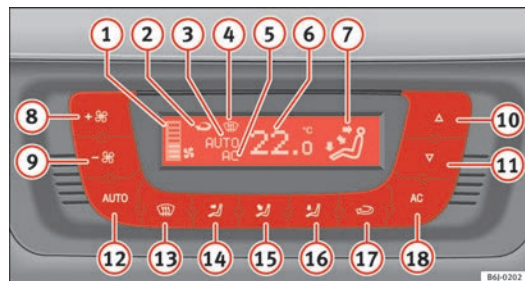

Fig. 93 Mandos del Climatronic en el tablero de instrumentos
- Pulse las teclas 10 y 11 ⇒ fig. 93 para ajustar la temperatura.
- ① Indicador del nivel del ventilador.
- ② Indicador de la función de recirculación de aire
- ③ Indicador AUTO (Funcionamiento automático)
- ④ Indicador de desempañado
- Pulse la tecla **AUTO**. Se visualiza la indicación ⇒ **página 136, fig. 93 7**.
- Pulse las teclas **10** y **11** ⇒ **página 136, fig. 93** para ajustar la temperatura deseada en el habitáculo. Se recomienda ajustar una temperatura de 22°C (72°F).
- Pulse una de las teclas $\Rightarrow$ página 136, fig. 93  a  o presione el regulador del ventilador  y . Se apaga la indicación .
El ventilador puede ajustarse por medio de las teclas  y  $\Rightarrow$ página 136, fig. 93. Si el ventilador está apagado (en la pantalla no se indica ningún nivel ) y sigue presionando la tecla , se apaga el Climatronic. En tal caso aparecerá **OFF** en la pantalla.
- Pulse la tecla  para conectar o desconectar la recirculación de aire. Está conectada si aparece el símbolo  $\Rightarrow$ página 136, fig. 93 en la pantalla.